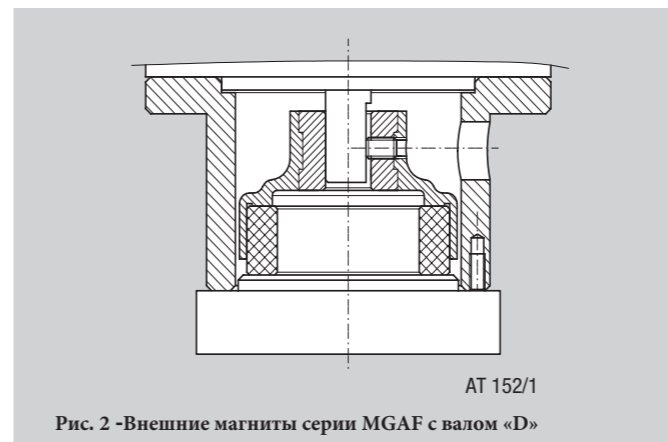

Рис. 2 - Внешние магниты серии MGAF с валом «D»
6. Поместите двигатель вертикально на устройство AT152 / 1 магнитом вниз, чтобы установить магнит в правильное положение (рис.2). Затяните дюбель с максимальным крутящим моментом 1,5 Нм. Внешние магниты серии MGAF с валом «D».